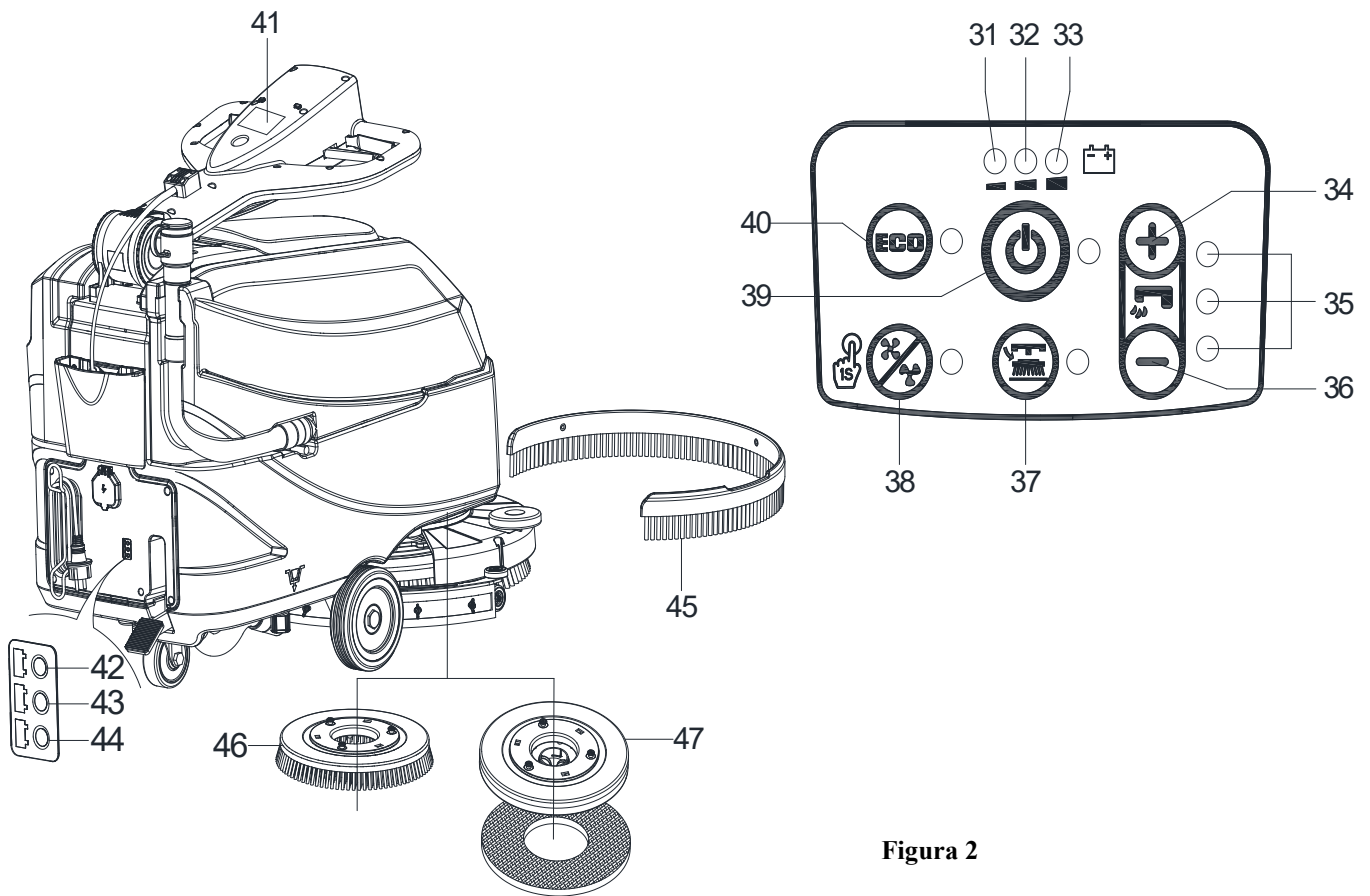

Figura 2
PANEL DE CONTROL (como se indica en la Figura 2)
VENTANA DE VISUALIZACIÓN DEL INDICADOR LUMINOSO DEL CARGADOR (como se indica en la Figura 2)
2. Pulse el interruptor (39 Figura 2). Si la luz verde de advertencia (33) está encendida, las baterías están completamente cargadas. Si se ilumina la luz de advertencia amarilla (32) o roja (31), las baterías deben cargarse (consulte el procedimiento en el capítulo Mantenimiento).